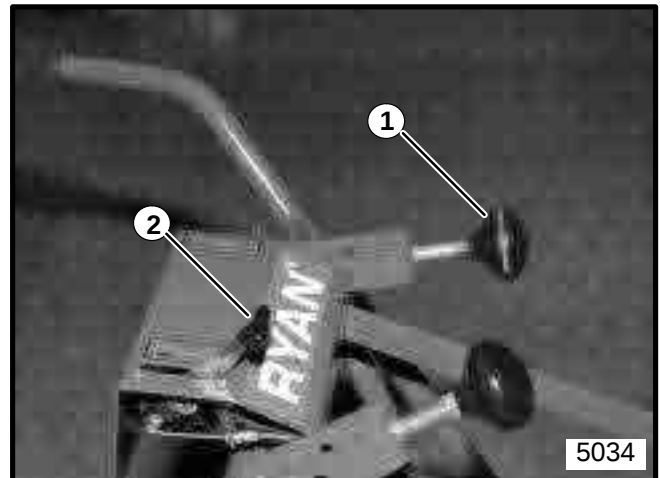

Figura 2
5. Una la palanca de control del pedal al lado izquierdo del montaje de la manija, usando dos (2) tornillos con cabecera de $\frac{1}{4}$ - 20 x 5/8" y contratueras. Vea la Figura 2. Conecte las dos uniones de control (Partes nros. 520689 y 521796) juntas y asegúrelas usando dos (2) 5/16-18 x 1" tornillos de reborde y tuercas de reborde.